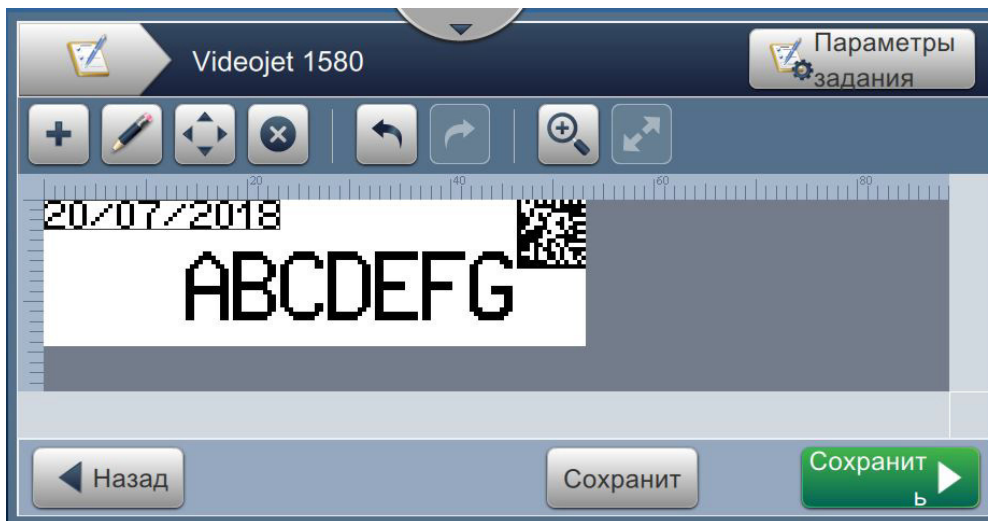

Рис. 6-13: Экран редактора заданий
10. Нажмите кнопку , чтобы сохранить изменения. Откроется экран «Редактор заданий», как показано на Рис. 6-13.